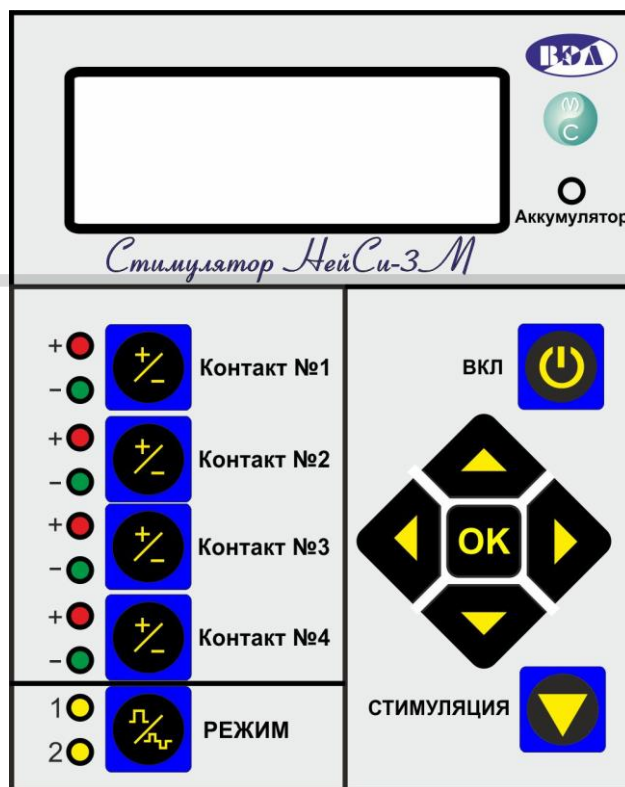

Рис. 3.1. Органы управления стимулятора
3.4 Органы управления стимулятора показаны на рис.3.1: